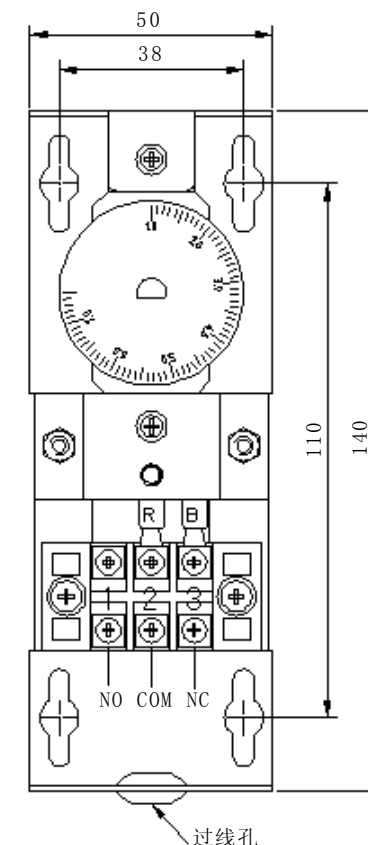

图 2 安装尺寸及接线图
- (1). 松开上盖上的螺钉, 取下上盖。
- (2). 从下面的过线孔将导线穿入。
- (3). 将导线分别紧固压在相应的端子上 (见图 2)。
- (4). 扣好上盖, 安好螺钉。
- (1). Loosen the cover screw and remove the cover.
- (2). Insert the wire leads through the conduit opening.
- (3). Make wiring connections to the screw type terminals. (see Fig. 2)
- (4). Replace the cover and screw when wiring is completed.